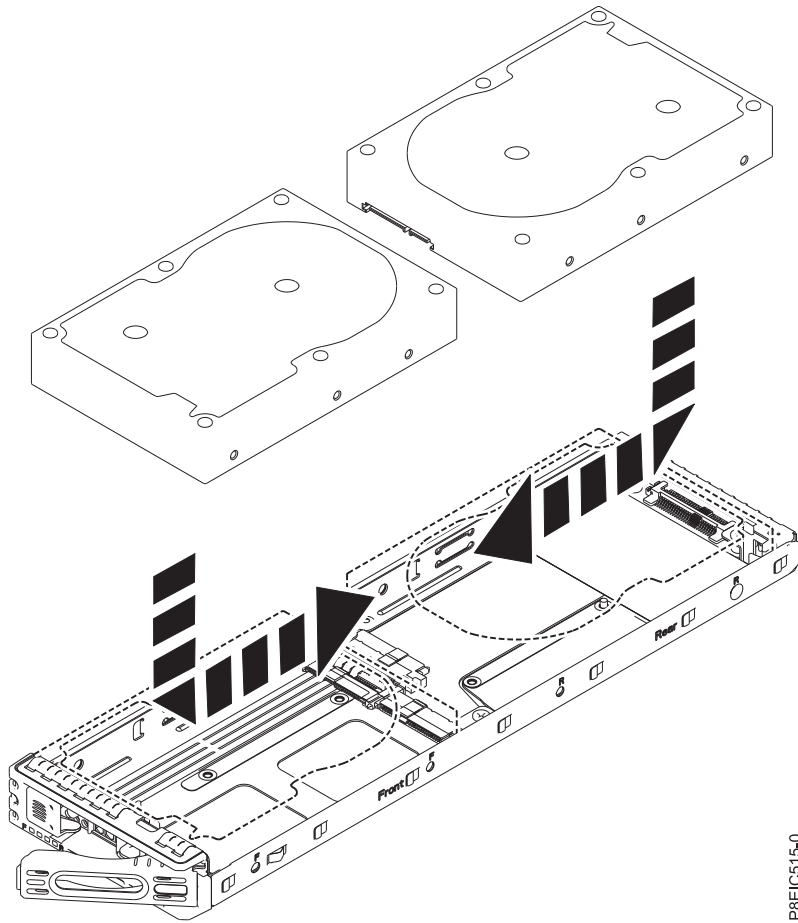

Figura 14. Instalación de la unidad de 3,5 pulgadas en la bandeja
- a. Coloque la unidad en la bandeja y, después, deslice la unidad hacia el zócalo, tal como se indica en Figura 14 en la página 16.